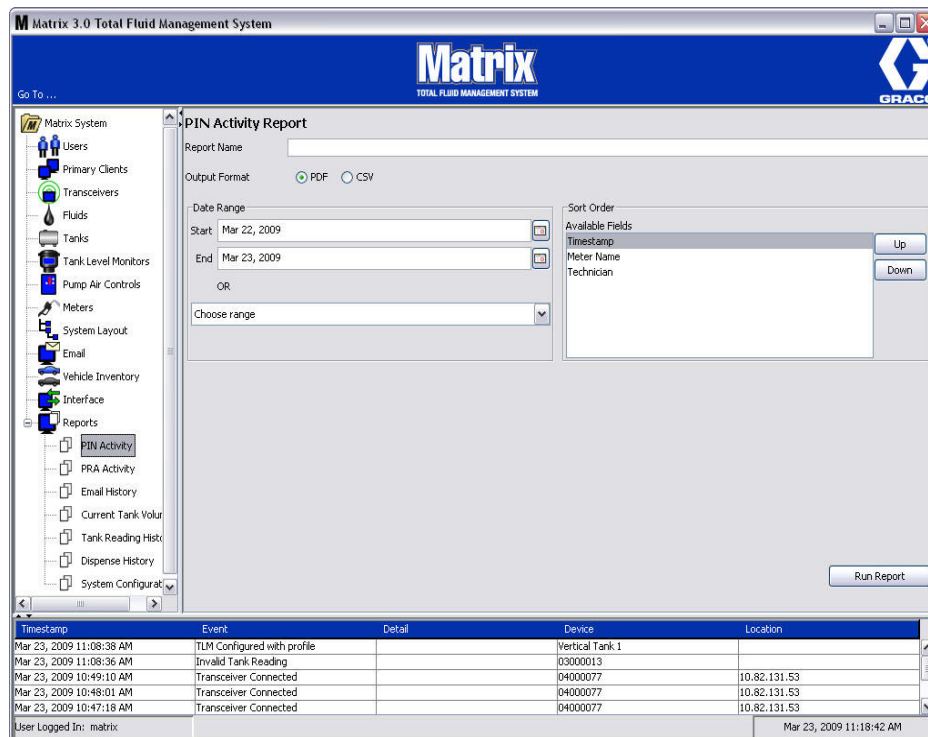

FIG. 167
- **Activité de NIP (Fig. 167) :**